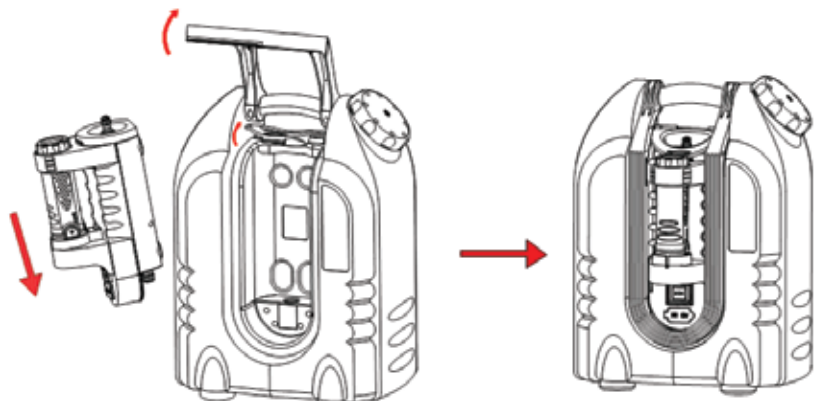

Рис.3
3. Для установки насосного модуля в емкость для воды, поднимите ручку более чем на 90 градусов и вставьте стыковочный штуцер насоса в выходное отверстие емкости, далее опустите защелку фиксатор для надежного крепления (рис.3).